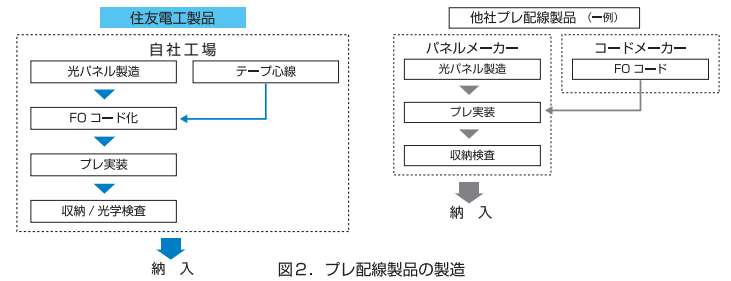

図2. プレ配線製品の製造
- 全て同一メーカー品を使用しており、「**品質保証**」および納入後の「**アフターフォロー**」も万全です。(図2参照)